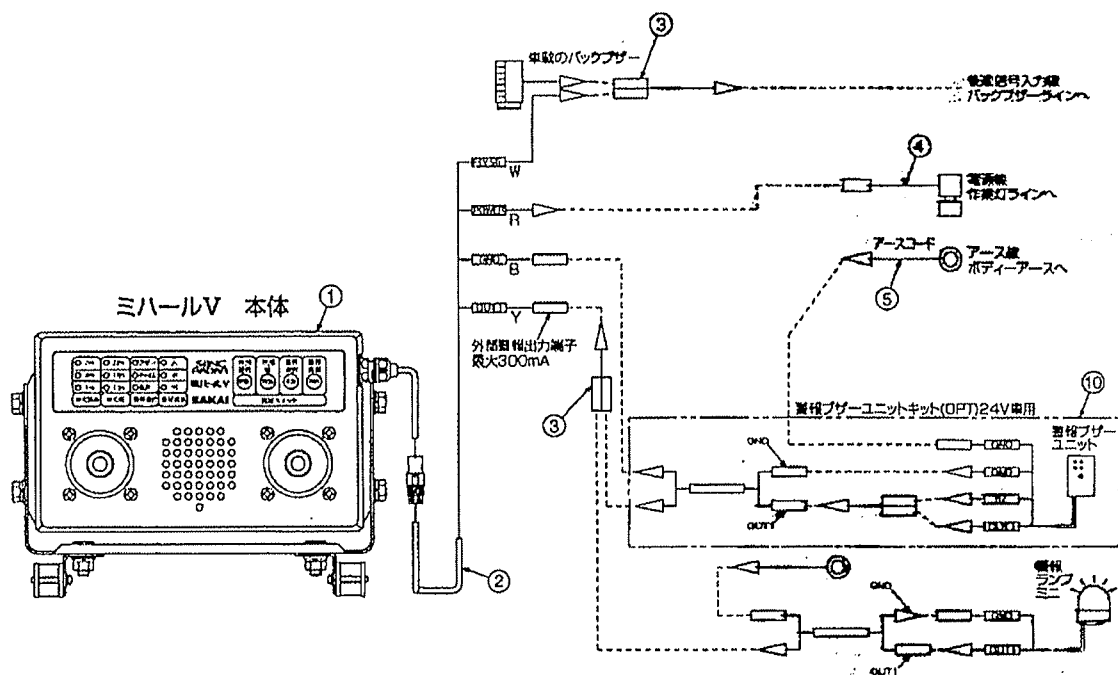

図8 警告ブザーユニットを追加する接続 (標準キット+警告ブザーユニットキット: 24 V車用)
- (5) 標準キットに警報ブザーユニットを接続する場合 (24V車用) (P12、図 8 参照)